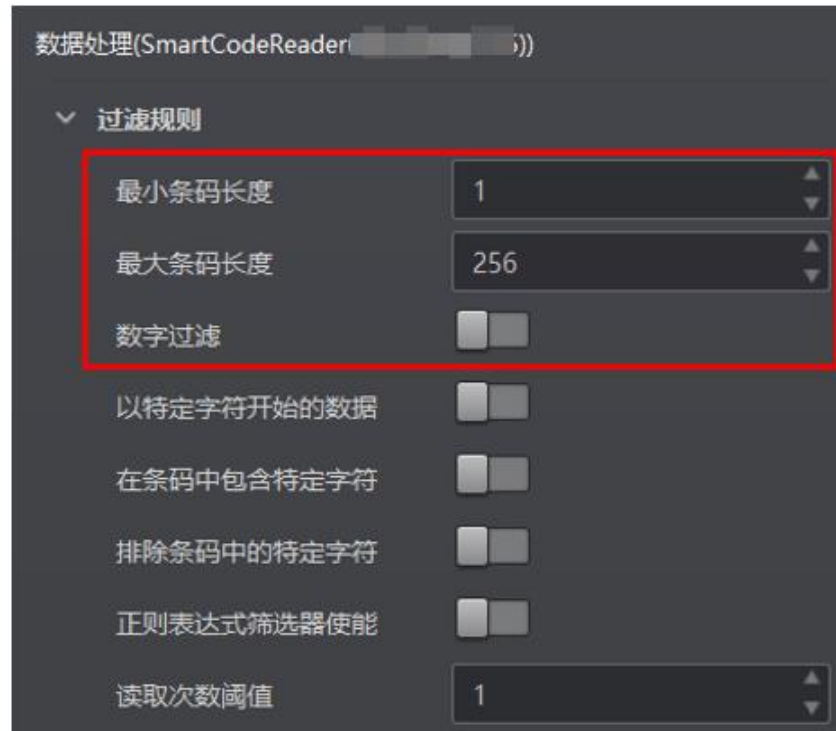

图7-8 修改过滤规则
- 进入“数据处理”模块，修改限制的最小条码长度和最大条码长度，并关闭数字过滤使能，如图 7-8 所示。